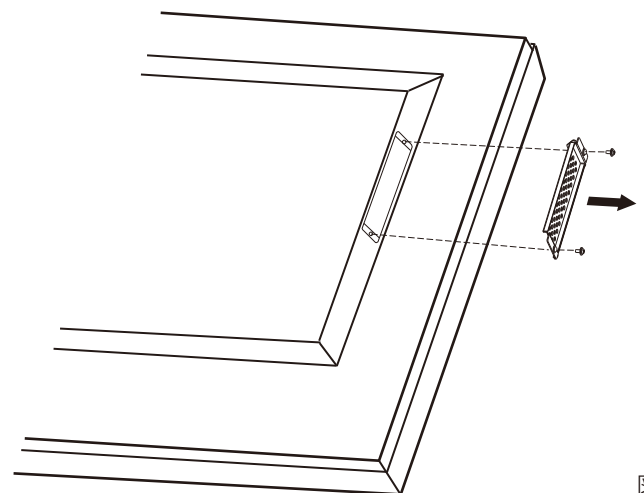

図 1
2. オプションボード用スロットのネジを外し (図 1)、オプションボードを取り外します。